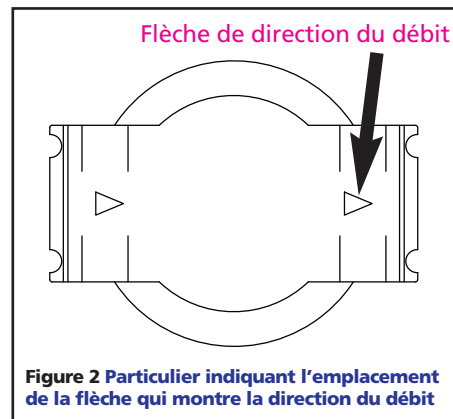

Figure 2 Particulier indiquant l'emplacement de la flèche qui montre la direction du débit
1. Trouver la flèche de la direction du débit d'air (voir Figure 2, particulier). Cette flèche indique la direction du débit d'air, soit, indique la sortie d'air.
3. Vérifier que la flèche pointe vers la sortie (voir Figure 2).